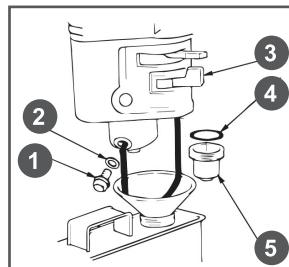

Рис.28 Обслуживание фильтра-отстойника
1. Установите рычаг топливного крана 3 (Рис. 28) в положение «ЗАКРЫТО».
3. Открутите болт 1 сливного отверстия и слейте топливо из поплавковой камеры карбюратора (Рис. 28).
4. Открутите стакан отстойника 5, вылейте из него топливо в заранее подготовленную емкость (Рис. 28).
- Слейте топливо из топливного бака и карбюратора (Рис. 28).